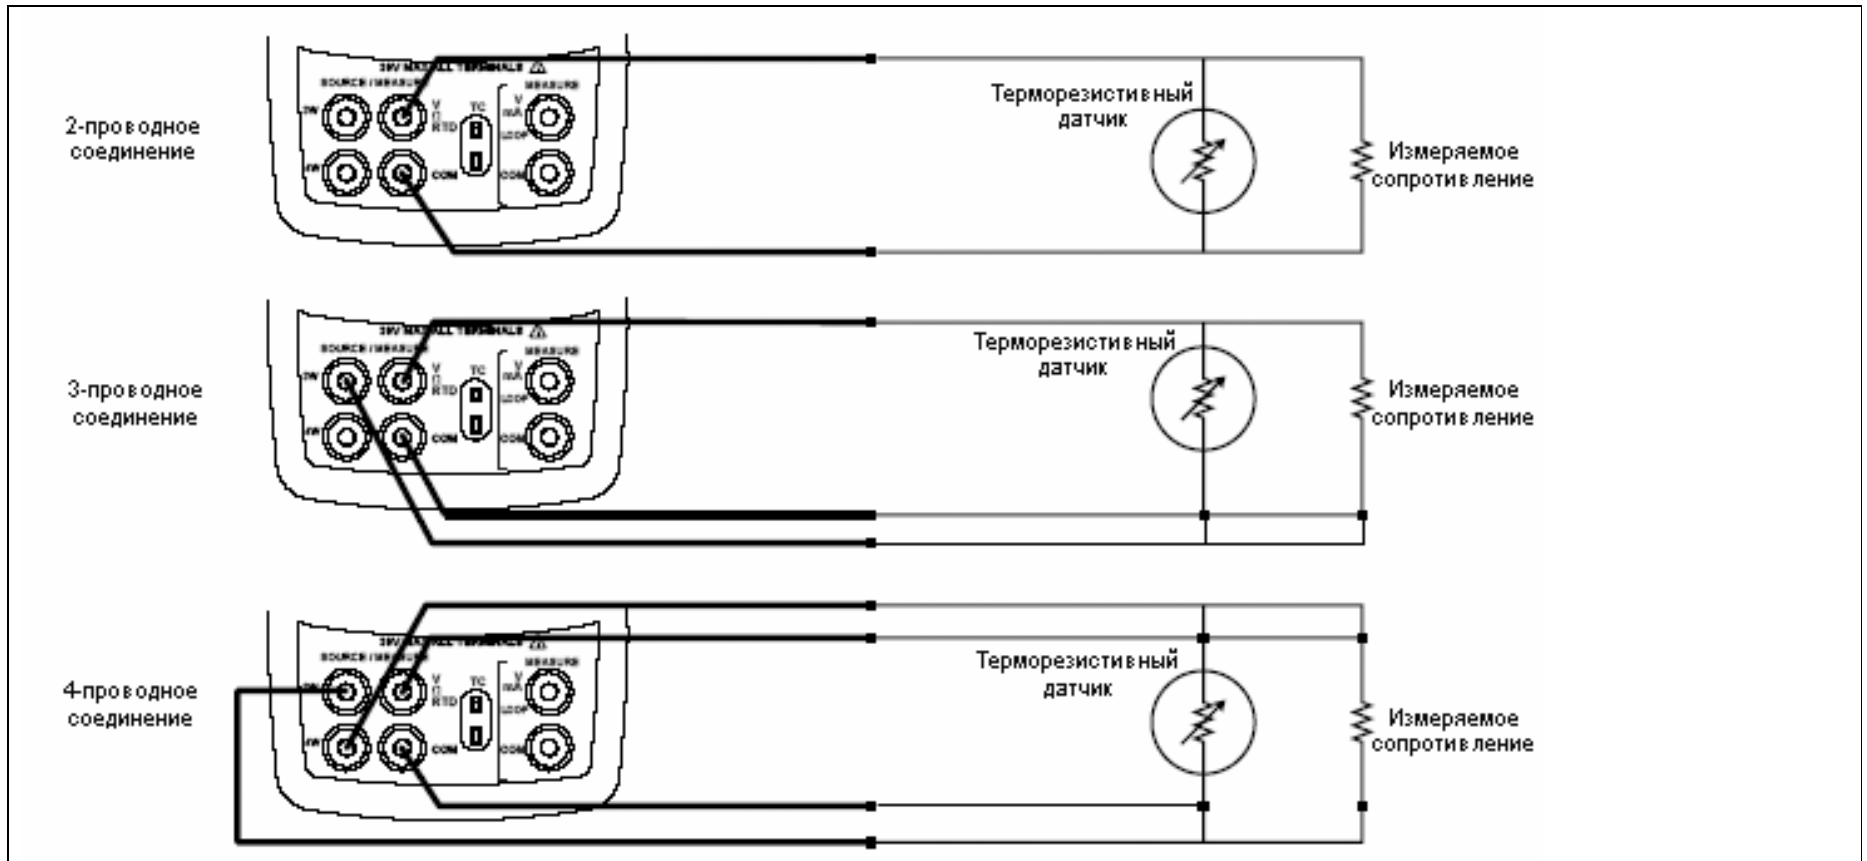

Рис. 11. Измерение температуры с использованием терморезистивного датчика (измерение сопротивления в 2-, 3- и 4-проводной конфигурации)
4. Подключите терморезистивный датчик к входным гнездам, как показано на рис. 11.